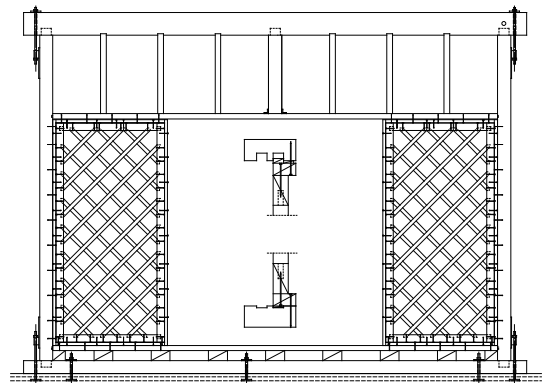

図1 開発した建具の実験図
- ①過去の研究の成果の把握
- ②現存する耐震補強の方法の理解
- ③壁倍率計算方法の理解
- ④壁せん断実験方法と、データ分析方法の理解
- ⑤耐震建具の検討
- ⑥試作・実験(図1参照)
- ⑦本製作・本実験
- ⑧データ分析